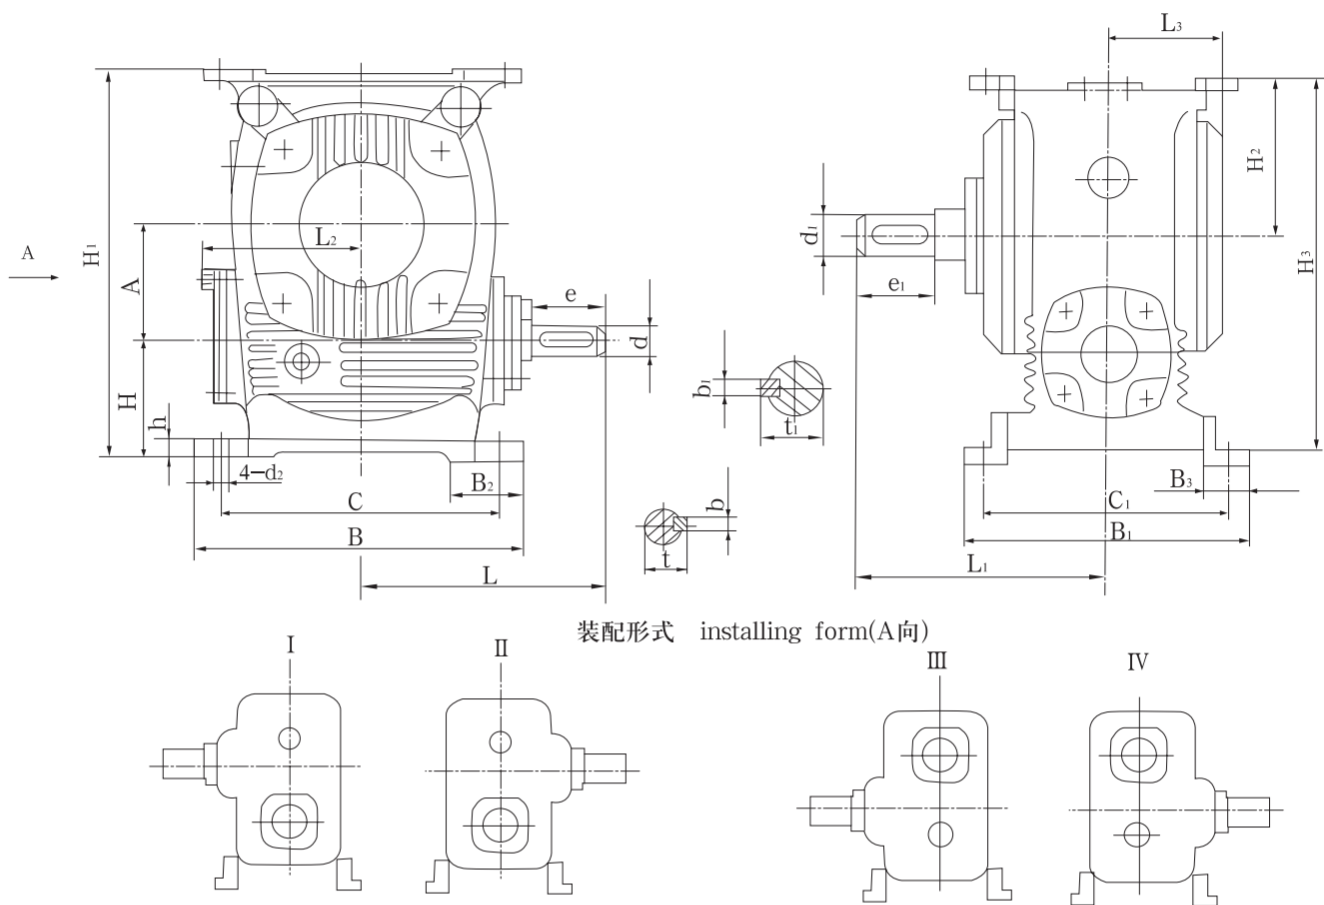
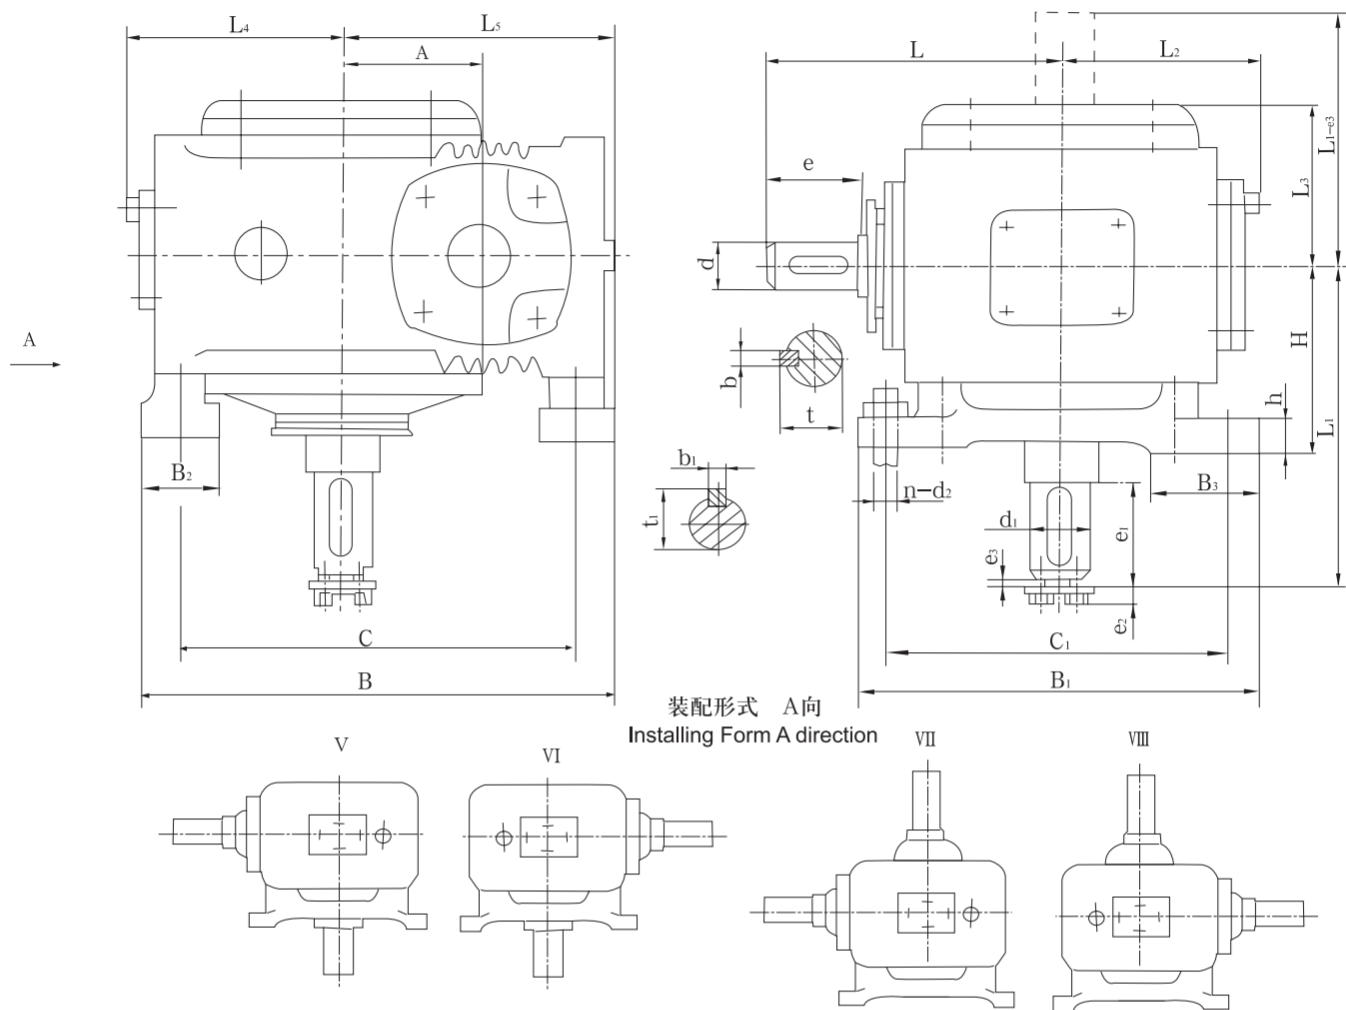

图 1 Drawing 1
图 2 Drawing 2
a) WHT 型——通用型，见图 1、图 2。
4.1 WHT 通用型系列减速器的外形及安装尺寸见图 1、图 2, 表 3、表 4。